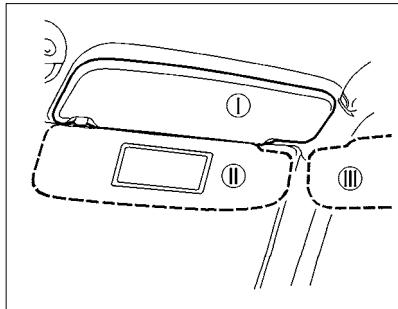

Рис. 23. Противосолнечные козырьки
**Противосолнечные козырьки** в зависимости от направления лучей солнца можно установить из положения I (рис. 23) в положение II или III. **В вариантом исполнении** на части автомобилей противосолнечный козырек пассажира имеет зеркало с внутренней стороны.